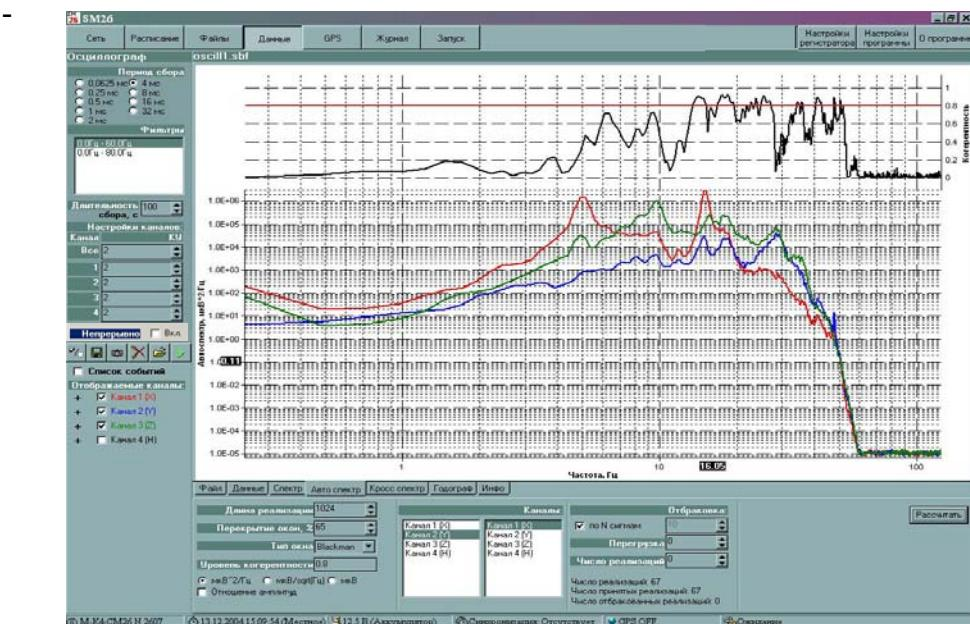

Рисунок 3.11- Вкладка «Данные-Автоспектр»
- вкладка **Данные-Автоспектр** (рисунок 3.11) выводит энергетические спектры по всему файлу и всем каналам, а также когерентности по выбранным парам каналов по всему файлу данных;